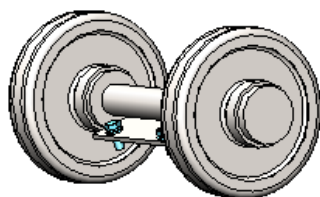

Рисунок 5.10. Внешний осмотр поддерживающего катка
- ▶ Провести визуальный осмотр, рис. 5.10. Не допускается течи масла из-под боковых крышек;